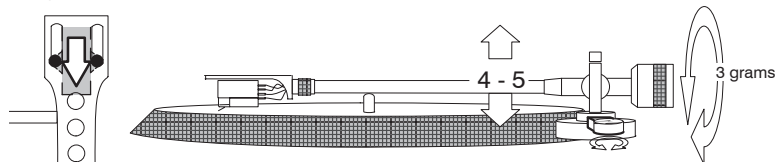

Figure 5
•Standardmäßige DJ-Einrichtung (Abbildung 5): Den Tonabnehmer an der Rückseite des Tonarmkopfs befestigen. Die Tonarmhöhe auf 4-5 einstellen. Die Auflagekraft auf 3 g einstellen. Den Antiskating-Wert auf 0 einstellen.